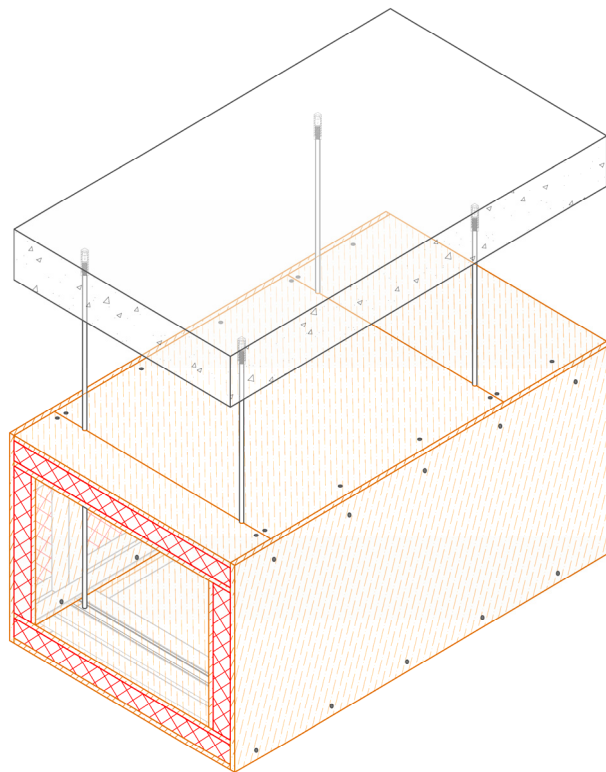

Рис. 15
8. Закрепить наружные огнезащитные плиты на каркас днища и боковых стенок короба при помощи саморезов по металлу с потайной головкой для ГКЛ. Раскрой наружной плиты боковой стенки производится таким образом, чтобы закрыть торцы огнезащитных плит днища и крышки короба (рис. 15).